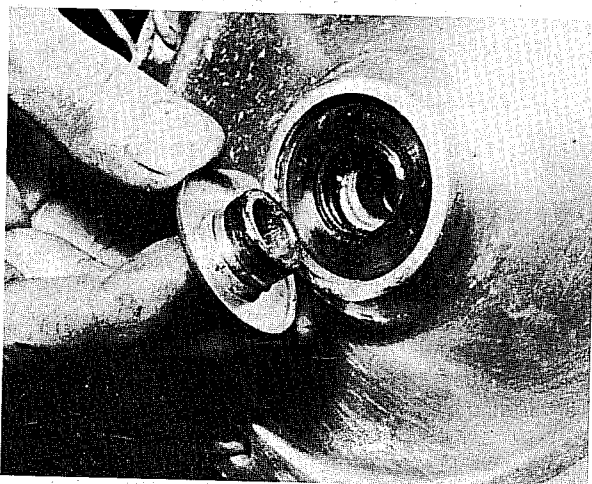

Bild 129
- Vor dem Lagereinbau Nabe mit frischem Fett füllen. Danach die beiden Lager, jedes von seiner Seite her einschlagen und die Abstandshülse dazwischen nicht vergessen. Neue Dichtringe und die übrigen Scheiben und Hülsen in der gleichen Lage einbauen, wie sie zuvor eingebaut waren (Bild 129).